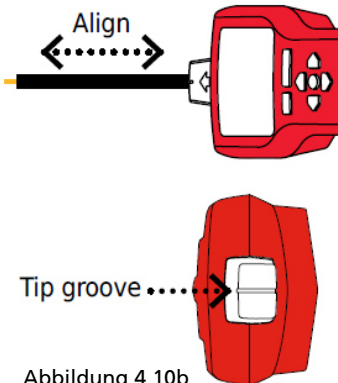

Abbildung 4.10b
5. Empfängerpositionierung: Um möglichst präzise Ergebnisse zu erhalten, richten Sie die Vertiefung im Spitzensensor auf den Kabelverlauf. Bei falscher Ausrichtung kann das Signal verloren gehen. (Siehe Abbildung 4.10b.)